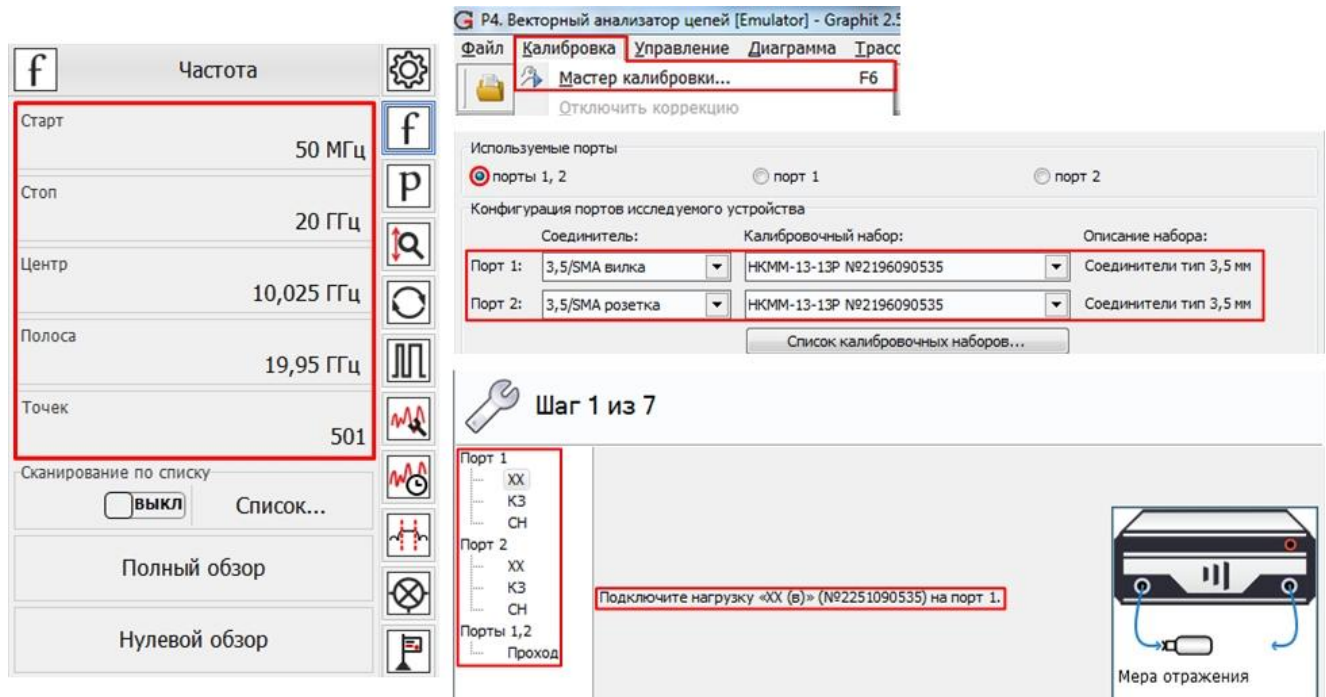

Рис. 20. Установка частотного диапазона и проведение калибровки S-параметров для измерения смесителя «MD621»
- Выбрать в главном меню *Калибровка* -> *Мастер калибровки*. Провести двухпортовую SOLT калибровку в частотном диапазоне, **включающем в себя весь рабочий диапазон смесителя**, рис. 20. В нашем случае частотный диапазон для проведения калибровки 50 МГц...20 ГГц;